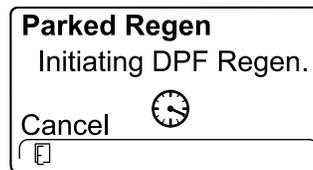

Figura 55
5. O InfoCenter apresenta a mensagem INICIAR REGENERAÇÃO DO DPF (Figura 55).